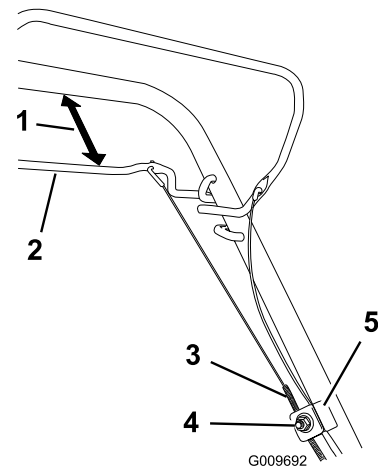

Figure 28
- Desserrez l'écrou du support de guidage du câble (Figure 28).
- Maintenez la barre de commande d'autotraction à 25 à 38 mm du guidon (Figure 28).
- Tirez la gaine du câble vers le bas (vers la tondeuse) pour éliminer le mou du câble (Figure 28).